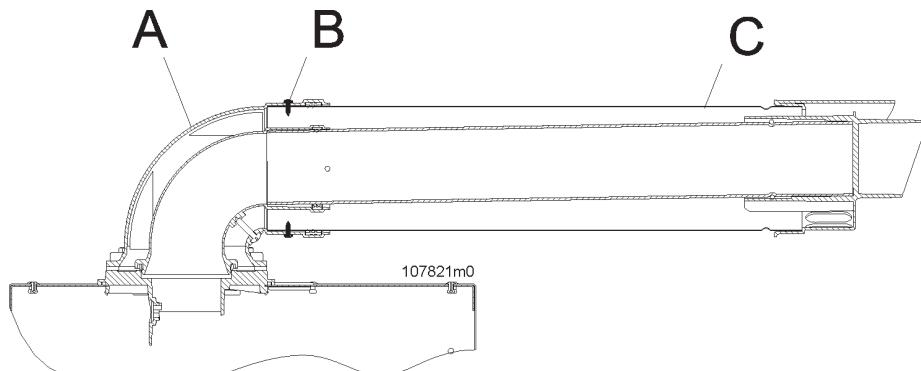

Figura 5-25 - Corretta installazione del condotto coassiale
**ATTENZIONE!!! Seguire scrupolosamente le fasi di installazione del condotto coassiale come illustrato in Figura 5-25. In particolare occorre:**
- 1.-inserire il condotto coassiale "C" all'interno della curva "A" (Figura 5-25);
- 2.-6.- fissare il condotto esterno con le viti autofilettanti "B" in acciaio inox (Figura 5-25).